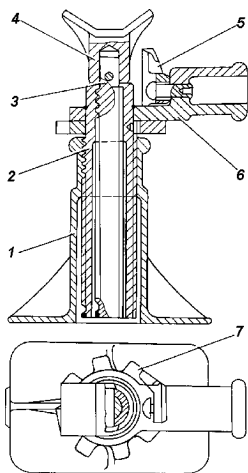

Рис. 9.5. Домкрат:
**Домкрат** (рис. 9.5) предназначен для вывешивания колес автомобиля при его техническом обслуживании или ремонте. Грузоподъемность домкрата 2 т. Наибольшая высота подъема 240 мм.